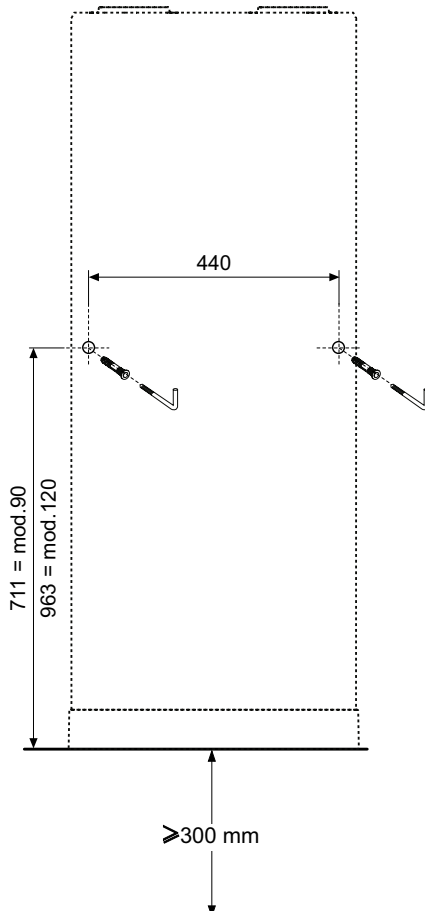

fig. 44 - Indication de perçage
- Percer selon les indications de fig. 44.